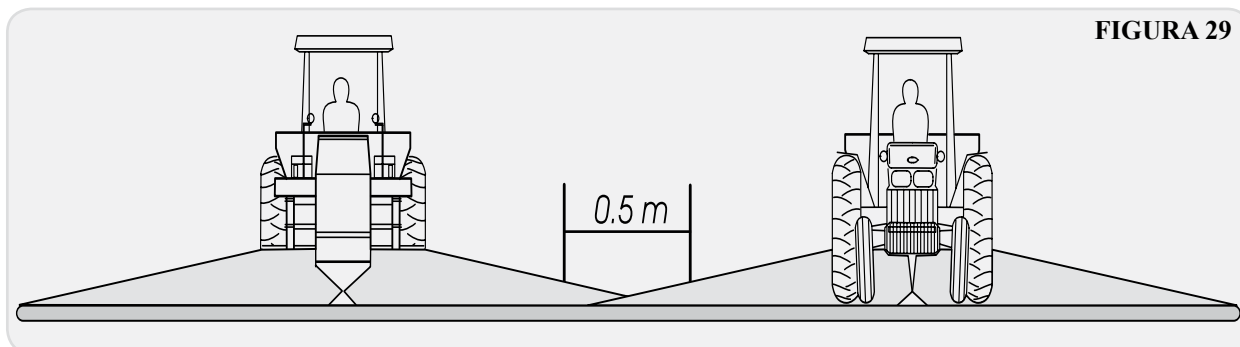

FIGURA 29
- Zona de sobreposição é a faixa onde o produto é remontado sobre uma faixa já aplicada (**FIGURA 29**). Considera-se geralmente 0,5m.